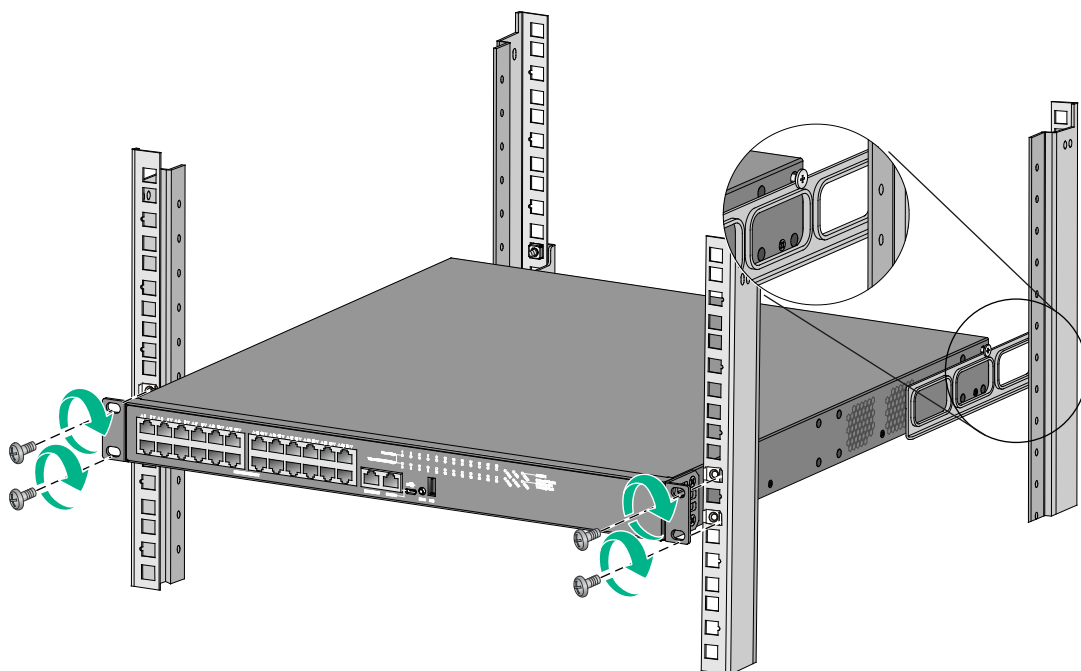
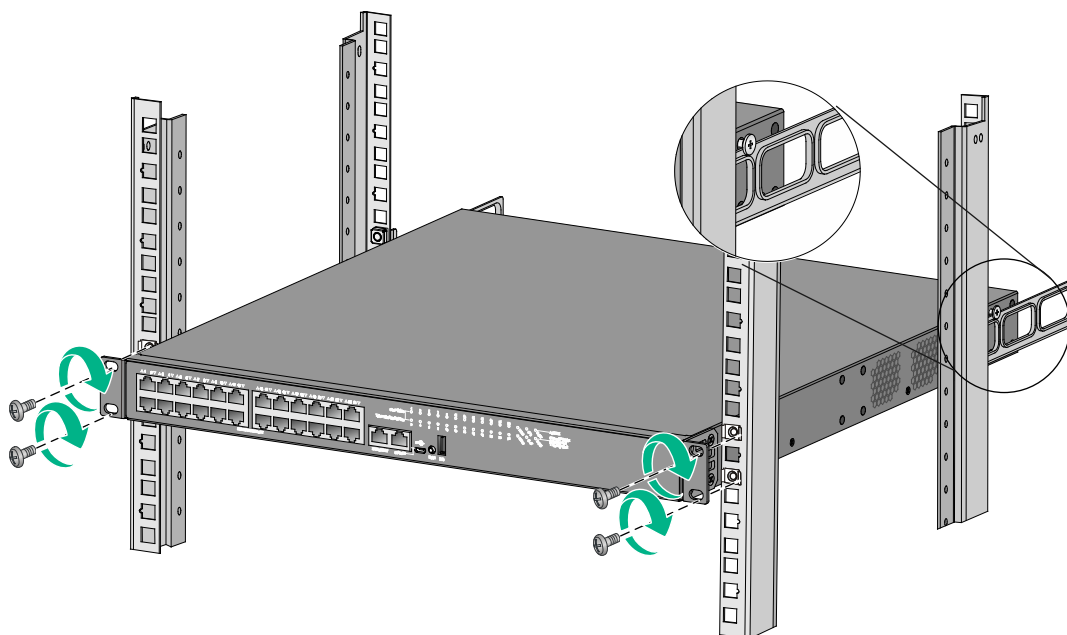

図 8-18 装置のラックへの取り付け例（リア側内向き）
図 8-19 装置のラックへの取り付け例（リア側外向き）
- 3) 一人が片手で筐体の底部を支え、もう一方の手で筐体の前面部分を保持し、ゆっくりとラックに筐体を押し込みます。図 8-18 または図 8-19 に示すように、リア側フランジネジが密接にリア側フランジ上部の縁に接触していることを確認してください。